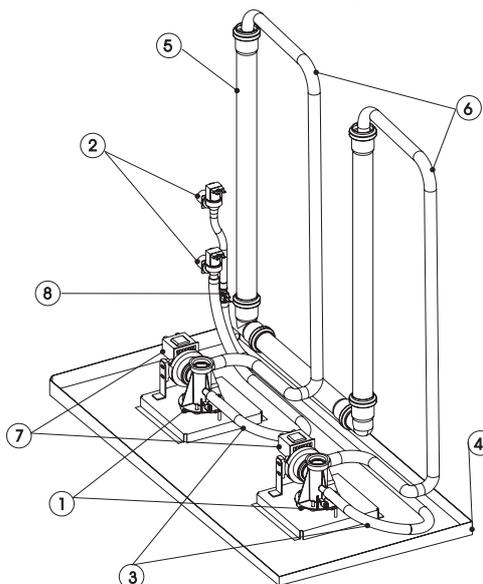

Fig. 8.1
• Elettrovalvola d'alimento (Fig. 8.1 part. n. 2)
• Collettore d'alimento e drenaggio (Fig. 8.1, part. n. 1)
• Pompa di scarico (Fig. 8.1, part. n. 7)
• Vasca di fondo (Fig. 8.1, part. n. 4)
• Tubazioni d'alimentazione (Fig. 8.1, part. n. 3)
• Fill solenoid valve (Fig. 8.1, part no. 2)
• Supply and drain manifold (Fig. 8.1, part no. 1)
• Drain pump (Fig. 8.1, part no. 7)
• Bottom tank (Fig. 8.1, part no. 4)
• Supply pipes (Fig. 8.1, part no. 3)